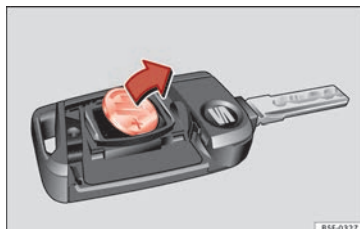

Abb. 133 Fahrzeugschlüssel: Batterie herausnehmen.
- Batterie mit einem geeigneten dünnen Gegenstand aus dem Batteriefach heraushebeln » **Abb. 133**.
- Neue Batterie wie gezeigt ansetzen » **Abb. 133** und entgegen der Pfeilrichtung in das Batteriefach drücken » ❷.